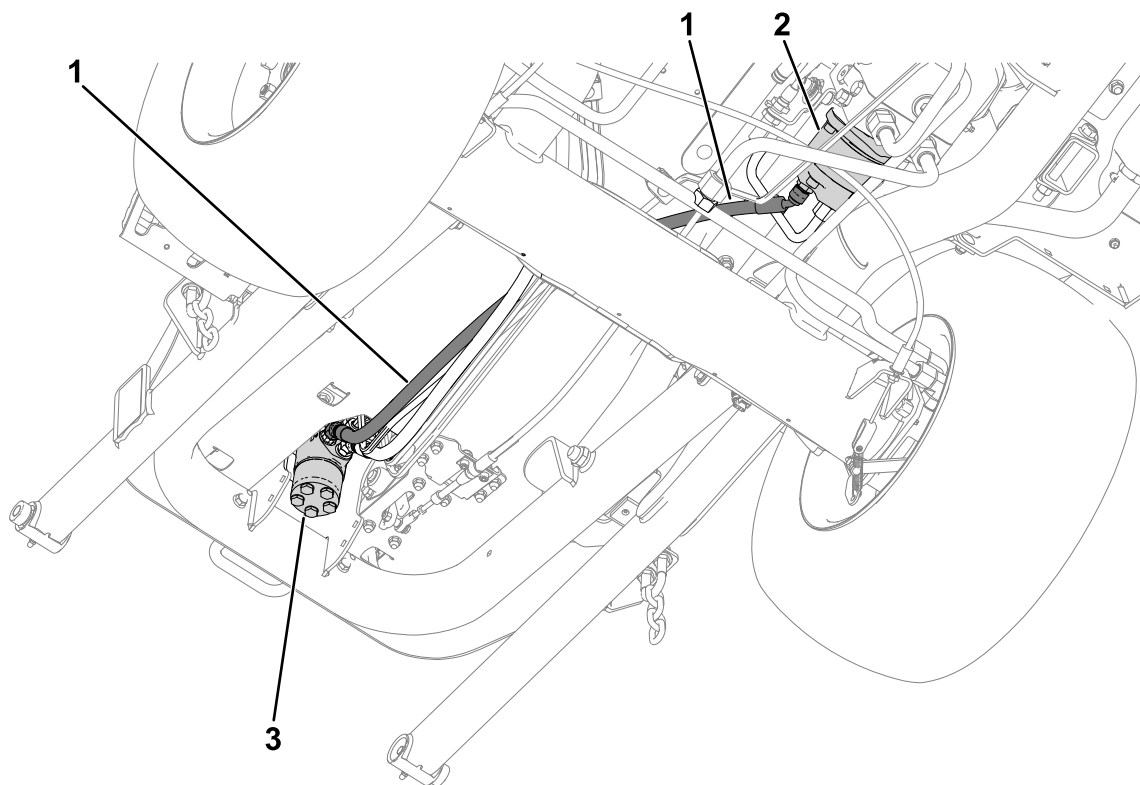

Figura 13
5. Accertatevi che il flessibile idraulico sia inserito come illustrato nella Figura 13.